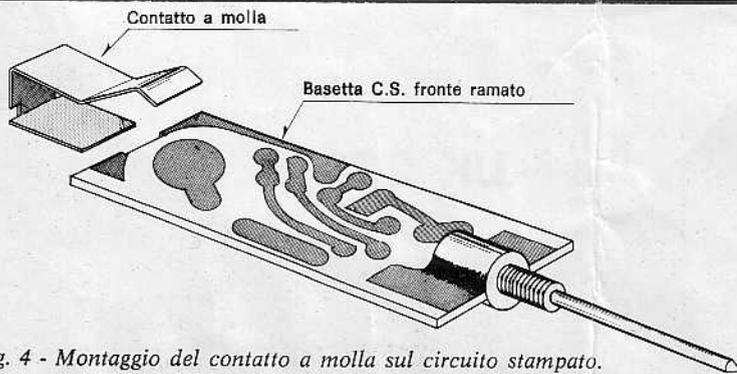

Fig. 4 - Montaggio del contatto a molla sul circuito stampato.
3) Montare il contatto a molla al circuito stampato - fig. 4.